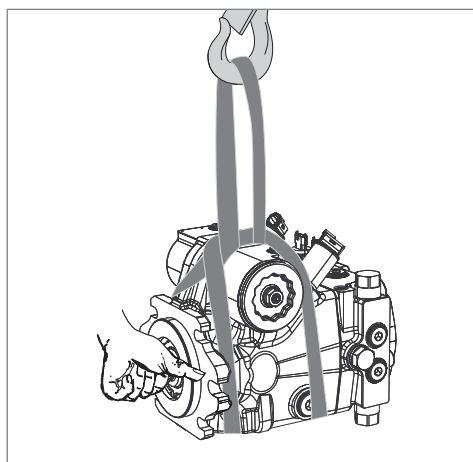

Рис. 4: Транспортировка при помощи стропы
- ▶ Уложите строп вокруг аксиально-поршневого агрегата так, чтобы он не проходил по монтируемым деталям (например, клапанам, трубопроводам), и чтобы аксиально-поршневой агрегат не был подвешен за монтируемые детали (см. Рис. 4).